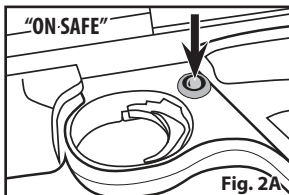

Fig. 2A
2. Empuje el seguro hacia adentro desde el lado izquierdo (Fig. 2A) para activarlo ("ON SAFE") hasta oír un clic claro.